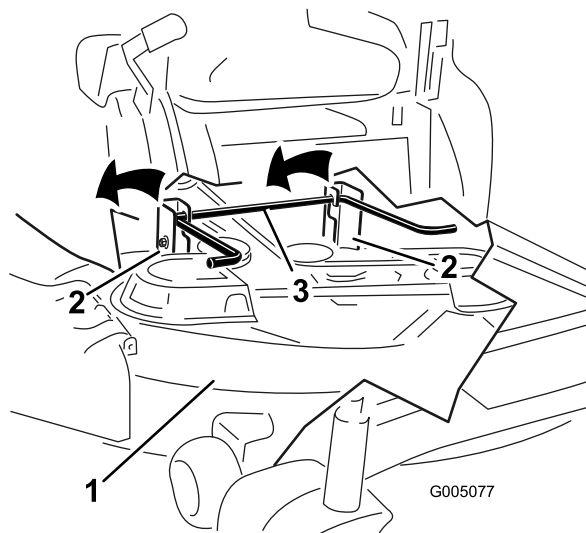
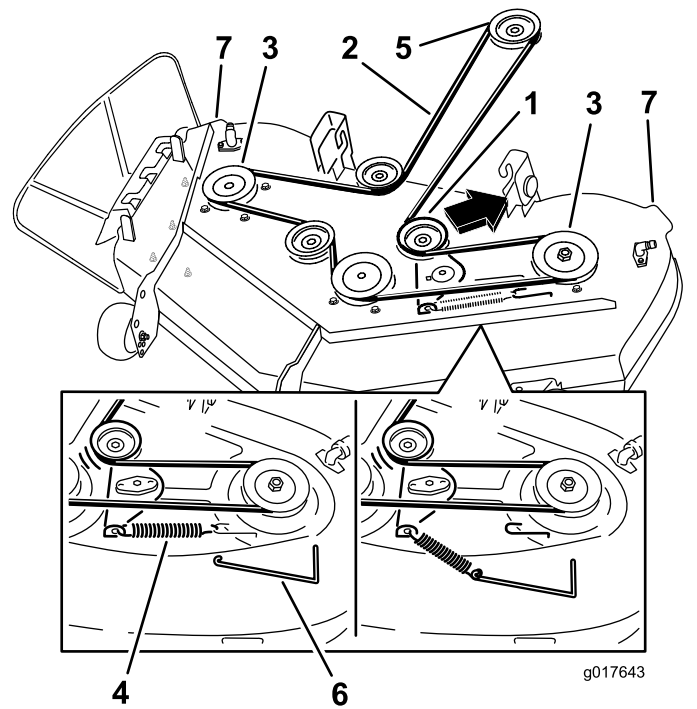

Figura 61
Figura 64
5. Usando las asas de la carcasa de corte, eleve la carcasa de corte y separe ésta y las pletinas de suspensión de la varilla de elevación trasera; luego baje el cortacésped con cuidado al suelo (Figura 61 y Figura 64).
4. Usando una herramienta para la retirada de muelles (Pieza Toro N° 92-5771), retire el muelle tensor del gancho de la carcasa para eliminar la tensión de la polea tensora, y retire la correa de las poleas (Figura 64).
5. Pase la correa nueva alrededor de las poleas del motor y del cortacésped (Figura 64).
6. Usando una herramienta para la retirada de muelles (Pieza Toro N° 92-5771), instale el muelle tensor sobre el gancho de la carcasa y tense la polea tensora y la correa (Figura 64).
5. Eleve la parte trasera de la carcasa de corte y coloque los soportes sobre la varilla de elevación trasera (Figura 61).